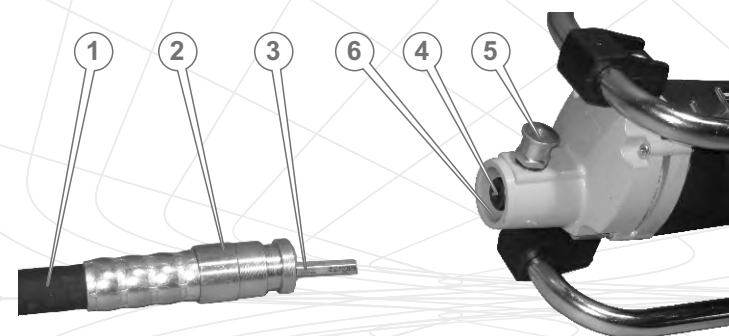

Рисунок 8
2. Оттянуть пружинный фиксатор (5) и ввести соединительный элемент гибкого вала (2) в муфту электропривода (6) (см. рис. 8) до упора, при этом добиваясь совпадения вала привода (4) и сердечника гибкого вала (3). Отпустить пружинный фиксатор и проверить гибкий вал.